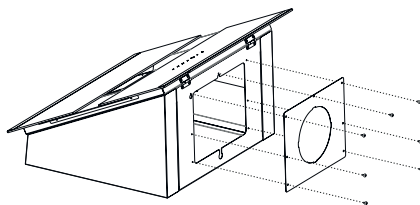

Fig. 11
**2.** ➤ Montér adapterplade til emhætten med 6 stk 3,5x6,5 skruer (Fig. 11).